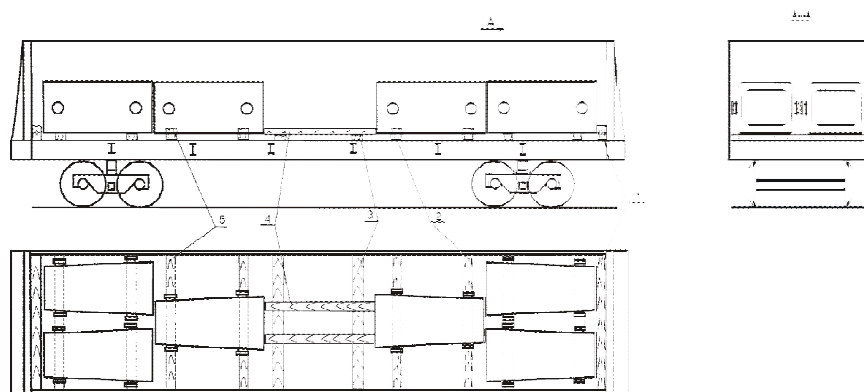

Рисунок 135
6.18. Изложницы массой от 10 до 11 т включительно в количестве 6 штук размещают в полувагоне группами симметрично продольной и поперечной плоскостям симметрии полувагона (рисунок 135). У торцевых дверей с каждой стороны полувагона укладывают на ребро упорные бруски сечением не менее 100x150 мм и длиной, равной внутренней ширине полувагона. Вплотную к этим брускам вдоль полувагона размещают по две изложницы на двух поперечных подкладках сечением не менее 40x150 мм и длиной, равной внутренней ширине полувагона. Вплотную к изложницам, расположенным у торцевых дверей, размещают по одной изложнице вдоль полувагона на двух поперечных подкладках сечением не менее 40x150 мм и длиной, равной внутренней ширине полувагона.